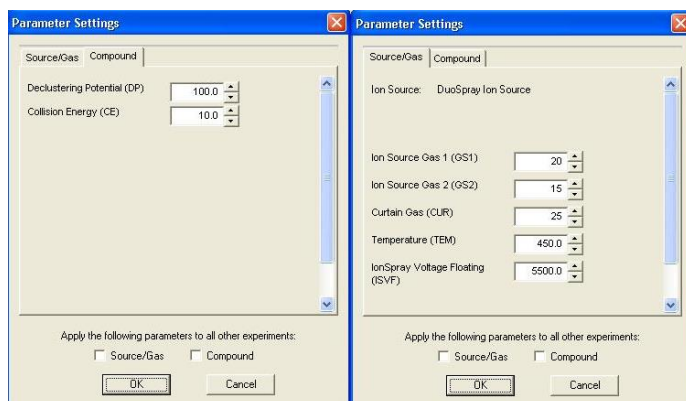

Figura 3. Parâmetros do método de MS
- 1.7. Click em *Edit Parameters*, e edite os parâmetros (Figura 3). No modo TOF MS, não altere os valores de DP e CE.